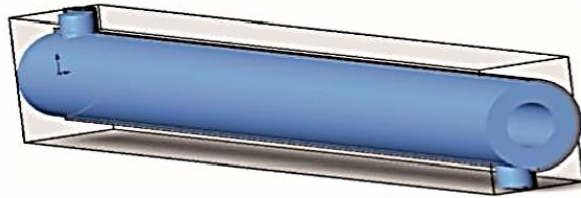
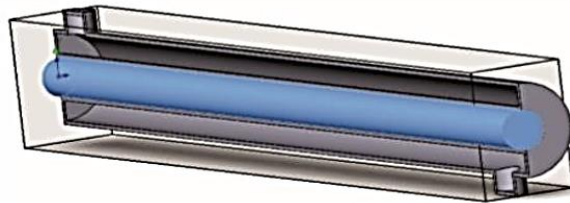

Рис.5 – Зовнішня підобласть течії
Рис.6 – Внутрішня підобласть течії
5. Для створення підобластей течії рідини натискаємо ПКМ на підобласті течії у дереві проекту і обираємо «Додати підобласть течії ...», після чого вказуємо зовнішню область (рис.5). Для завдання внутрішньої області повторюємо цей пункт, але виділяємо внутрішній простір теплообмінника (рис.6).